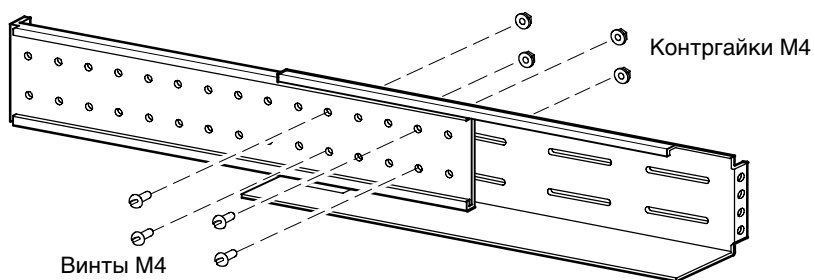

Рисунок 6. Затягивание направляющей
2. Если доступ к сторонам вашей стойки затруднен, отрегулируйте длину направляющих (см. рис. 4), и свободно установите скобы (см. рис. 6) до того, как перейти к шагу 3.
7. Чтобы затянуть направляющую, закрепите четыре крепежных винта M4 и четыре контргайки M4 по центру направляющей в сборе. Затяните с помощью 7-мм гаечного ключа (9/32"). См. рис. 6.